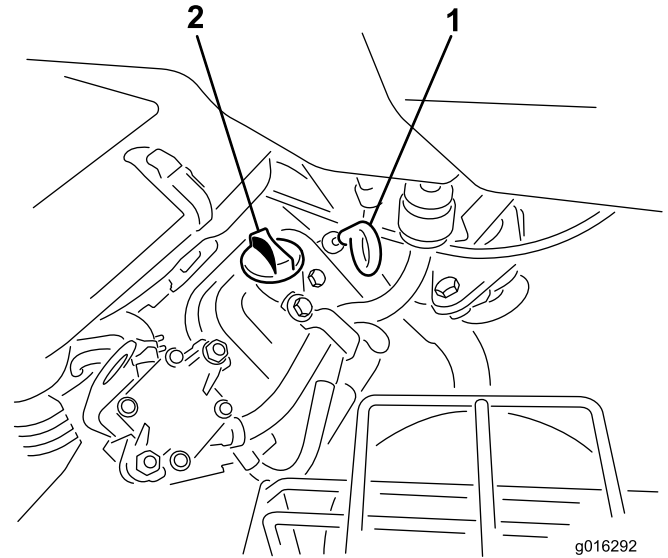

Figura 28
2. Svitare l'asta di livello ed asciugatela con un panno pulito. Avvitare l'asta nel tubo e verificate che sia fissata saldamente (Figura 28).